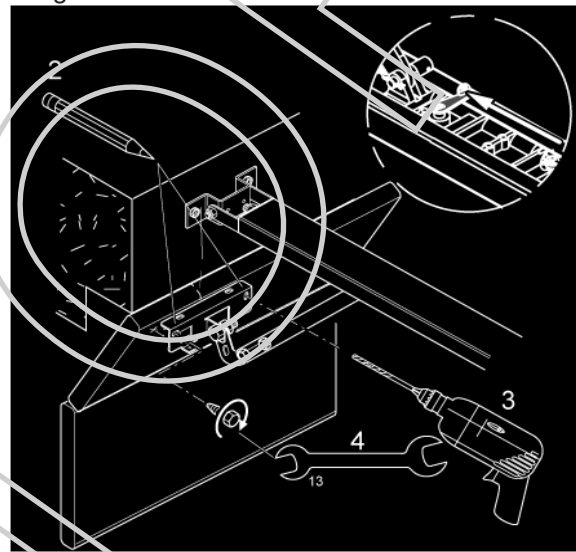

imagen22
Primero desbloquee el carro manualmente (imagen 22 (1)) y empujelo al frente ( en dirección al dintel).
Marcar la posición correcta para la fijación a la puerta (imagen. 22 (2)). Perforar los agujeros necesarios en la puerta y atornillar la fijación puerta con 2 tornillos al mínimo (imagen 22 (3+4)).